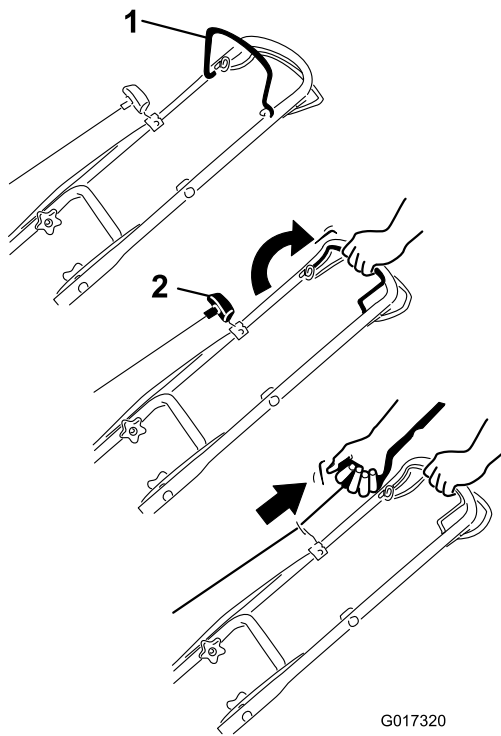

Figura 10
1. Sujete la barra de control de la cuchilla contra el manillar (Figura 10).
2. Tire suavemente del arrancador hasta que note resistencia, luego tire con fuerza. Deje que la cuerda vuelva lentamente al manillar (Figura 10).